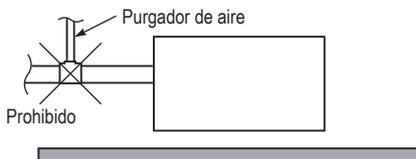

Fig. 6-10
- No instalar un purgador de aire, ya que esto podría hacer que el agua saliese pulverizada del tubo de drenaje. (Fig. 6-10)